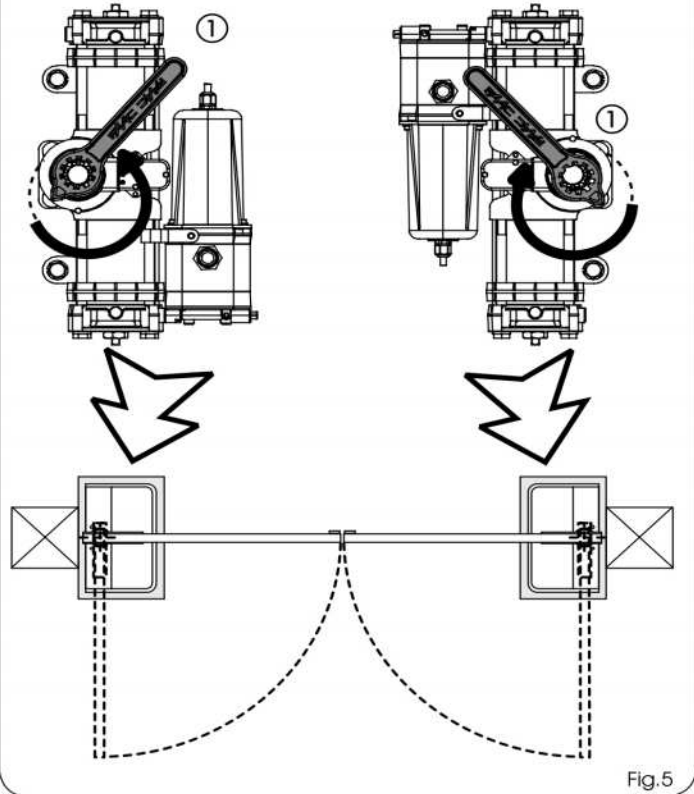

Fig.5
5) Con la llave suministrada en dotación (Fig.5 ref.①), gire el piñón del operador en el sentido del cierre de la cancela como se indica en la figura 5, hasta llegar al tope interno del pistón y quite la llave.